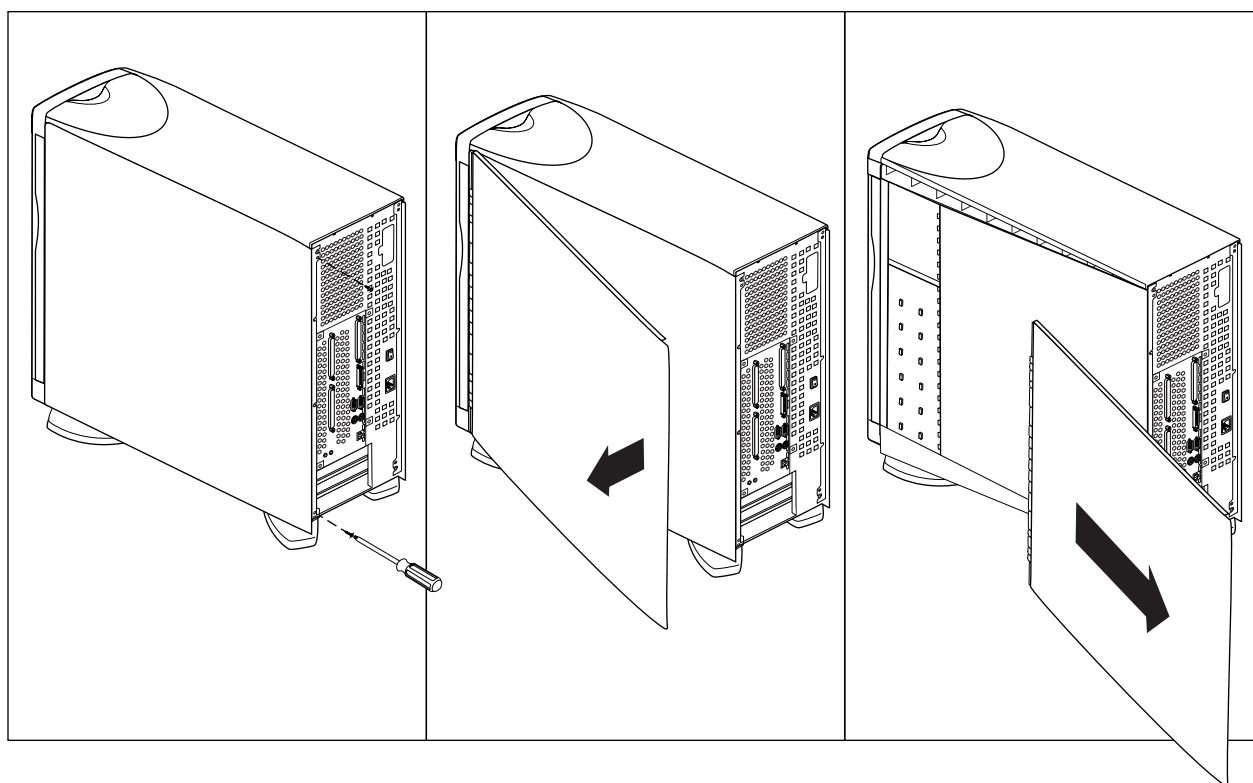

Figure 2-16 Retrait du panneau latéral du second module (esclave)
1. Si le système esclave se trouve dans une configuration en tour, retirez le panneau latéral comme indiqué à la Figure 2-16,